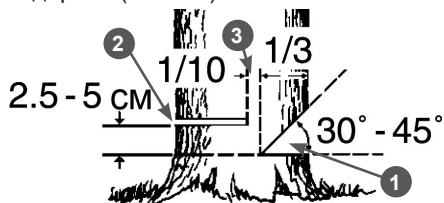

Рис. 22. Расположение запила, пропила и недопила
7. Сделайте основной валочный пропил 2 с противоположной стороны, выше основания запила на $2,5$ - 5 см. Между основным пропилом и запилом должен оставаться недопил 3 примерно $1/10$ диаметра ствола. Вставьте своевременно клин в пропил 2 (Рис. 22). Недопил 3 действует как шарнир и позволяет контролировать падение дерева (Рис. 22).
Ни в коем случае не допиливать до конца недопил 3 (Рис. 22), так как вы не сможете контролировать направление падения дерева.